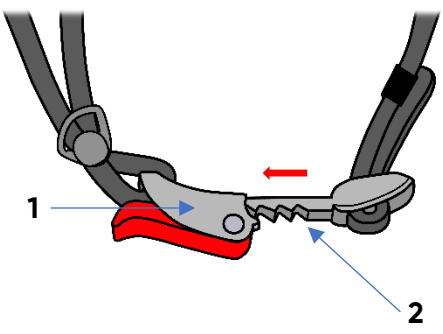
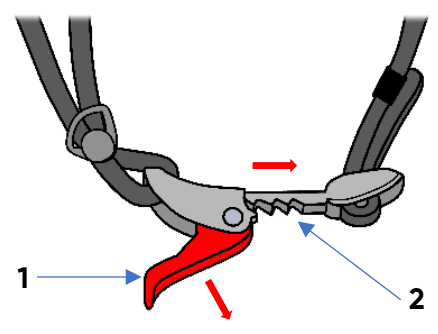

Fig. 4
Fig. 5
Um den Kinnriemen zu schließen, ist das Gurtelement (1) in den Clip (2) zu stecken (Fig. 4). Um den Gurt zu lösen, ist der Clip (1) aufzubiegen und das Gurtelement (2) vom Clip zu lösen. (Fig. 5)